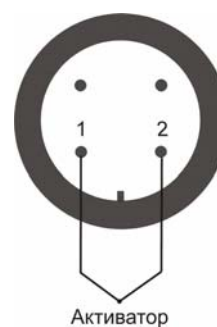

Рис. 3 – Схема подключения МПП к линии запуска
6.5 Подсоединить линию запуска, как показано на рис. 3, с учётом требований, изложенных в разделе 5.